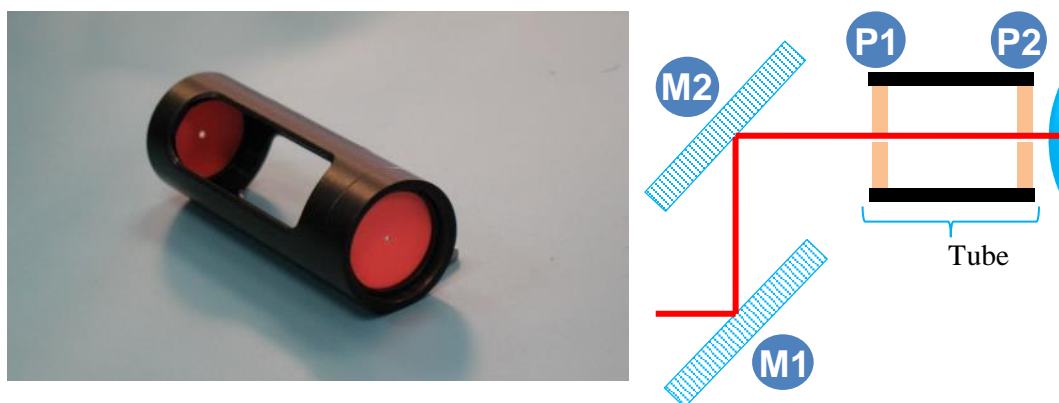

Figure 2-3 : Tube d'alignement
- i. Assurez-vous que le faisceau se rend au premier disque du tube d'alignement. Utilisez le miroir M1 pour centrer le faisceau sur le disque troué P1 (voir la **Figure 2-3**).
- q. Observez le faisceau dans la zone d'affichage (**Display**) du logiciel et utilisez le miroir M2 (voir la **Figure 2-3** : Tube d'alignement) pour centrer le faisceau sur le détecteur.